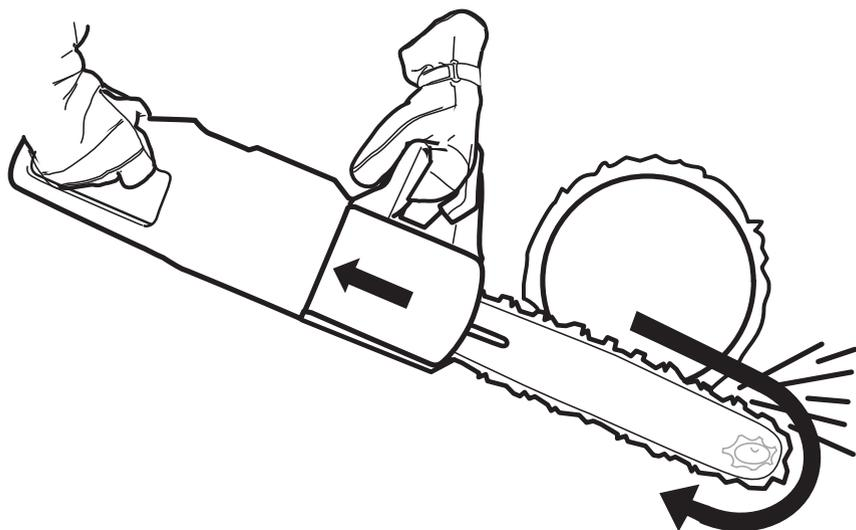

Рисунок 5 — Правильный захват цепной пилы
ятке, а левая – на передней рукоятке (см. рис. 5). Любой оператор, независимо от того, является ли он левшой или нет, должен использовать этот захват, сокращающий риск отброса цепной пилы и помогающий сохранять контроль над ней.
- Будьте особенно осторожны (см. рис. 5) при резании верхней частью цепи пильной (с нижней стороны бревна). Сила движения цепи пильной отталкивает цепную пилу назад, и если оператор не будет держать постоянный контроль над ситуацией, зона отброса шины направляющей может уйти достаточно далеко в пропил и вызвать отброс. Резание нижней частью цепи пильной (в верхней части бревна) толкает цепную пилу вперед. Вследствие этого цепная пила прижимается к дереву своим зубчатым упором, обеспечивая устойчивое положение и давая оператору дополнительный контроль над ней, а тем самым и над зоной отброса шины направляющей. При пилении нижней частью цепи пильной всегда используйте зубчатый упор.